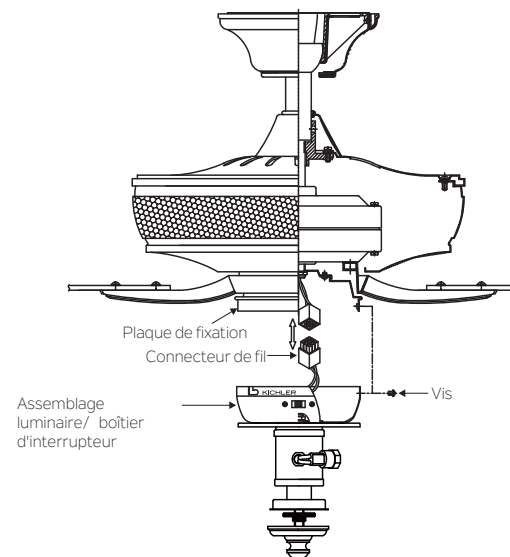

Fig. 19
**Étape 3.** Tout en soutenant le luminaire et le boîtier d'interrupteur sous le ventilateur de plafond, pousser les connecteurs de fils carrés ensemble. Un connecteur du ventilateur et un connecteur du boîtier d'interrupteur. (Fig. 19)
Raccorder l'assemblage luminaire/boîtier d'interrupteur à la plaque d'assemblage à l'aide des trois vis fournies. S'assurer que toutes les vis sont serrées. (Fig. 19)